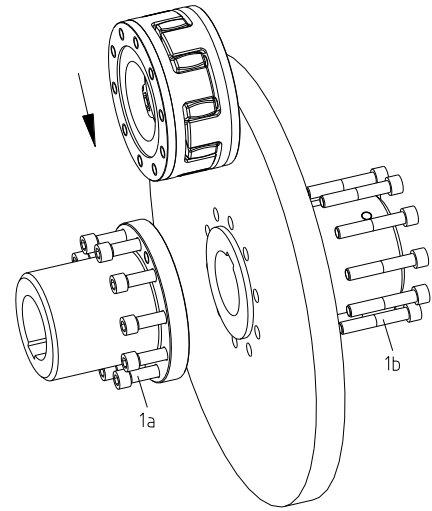

Figura 7
- Coloque las piezas pre ensambladas entre las bridas del acoplamiento (elementos 4Nv y 4Nx) (ver figura 7) y atornille dichas piezas mediante tornillos de cabeza hexagonal (elemento 1a y 1b) manualmente.